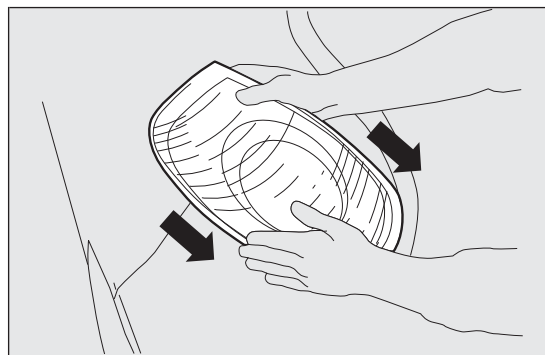

fig. 148
- ☐ retirar el grupo óptico extrayéndolo con las dos manos en el sentido que indican las flechas fig. 148;